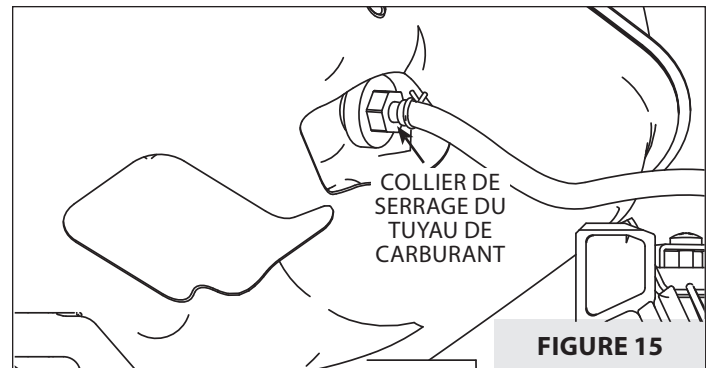

FIGURE 15
6. Soulever le réservoir avec précaution pour le dégager du moteur et détacher le collier de serrage du tuyau de carburant. **VOIR FIGURES 15 ET 16.**